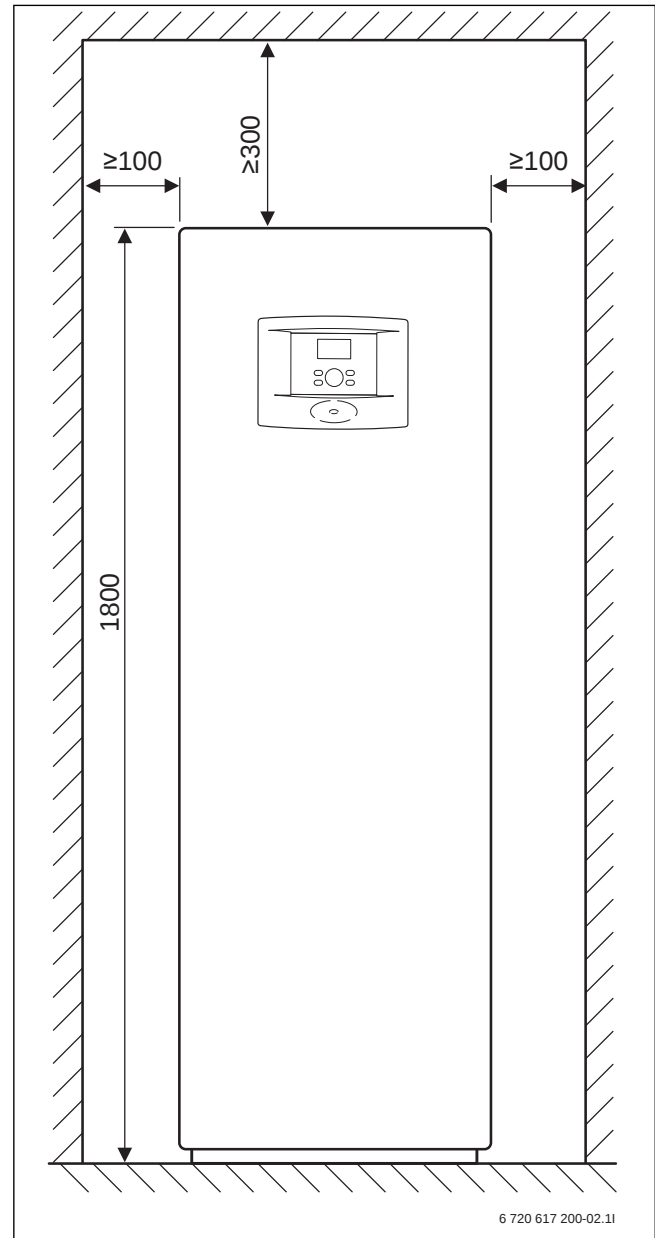

Bild 73 Mindestabstände der Wärmepumpen
- STM ...-1 → Bild 73, Seite 84